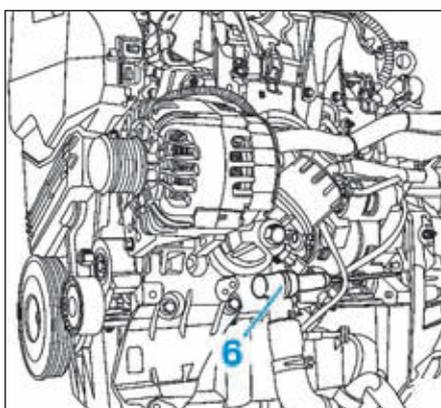

FIG.7
- Bloquer le volant moteur à l'aide d'un tournevis (6) (Fig.7).